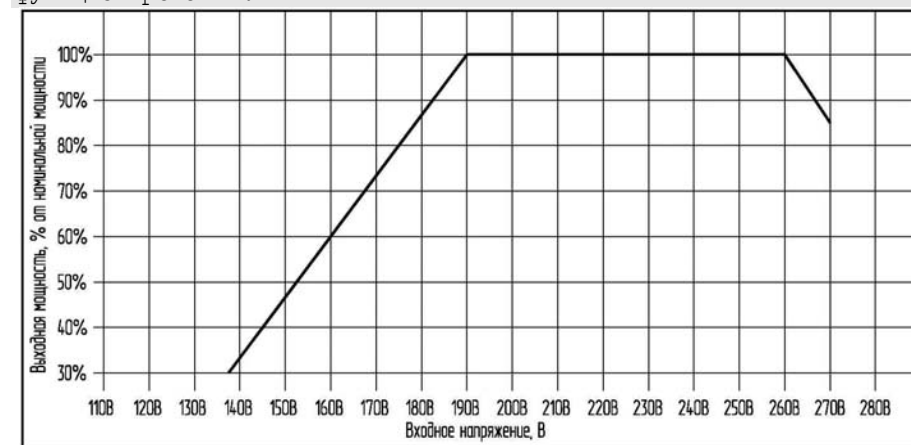

Рис. 3.
10.1.1. Суммарная полная мощность всех подключаемых к стабилизатору потребителей не должна превышать величины 100% номинальной мощности прибора, только если входное напряжения находится в пределах от 190В до 260В. При возможном изменении входного напряжения в пределах от 160В до 270В суммарная полная мощность всех подключаемых к стабилизатору потребителей не должна превышать величины 50% от номинальной мощности прибора. При возможном изменении входного напряжения в пределах от 140В до 270 В следует руководствоваться зависимостью на рис. 3 при определении максимальной мощности нагрузки. Невыполнение данного требования может привести к частому нежелательному срабатыванию средств защиты от перегрузки стабилизатора с отключением потребителей электроэнергии, а также к сокращению срока службы изделия и его преждевременному выходу из строя.